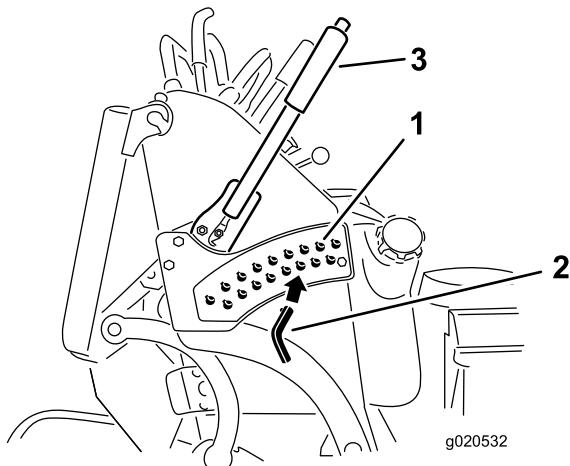

Figure 21
3. Placez l'axe de chape dans le trou du support correspondant à la hauteur de coupe voulue (Figure 21).
4. Appuyez sur le bouton situé sur le dessus et abaissez le levier de réglage de hauteur de coupe jusqu'à la goupille (Figure 21).